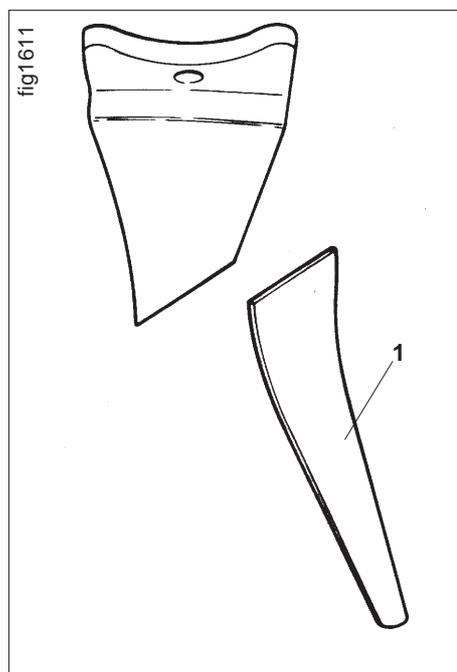
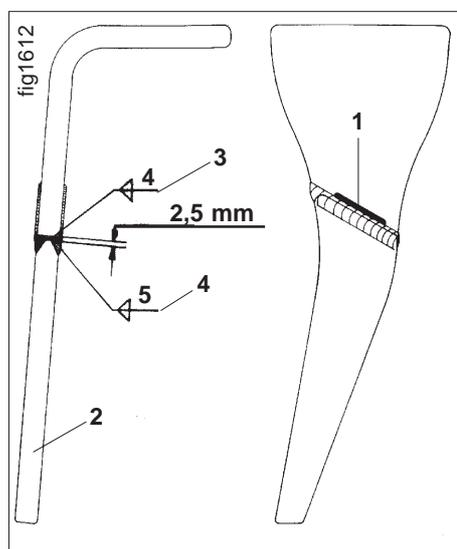

Fig. 19.11
Fig. 19.12
Lorsque les dents du Cultimix commencent à être fortement usées, il est possible de leur faire retrouver leur longueur d'origine en soudant des pointes soudables (fig. 19.11/1). Déposez auparavant les dents de leurs porte-dents comme indiqué au chap. 19.5.1.
- Appliquez la pointe soudable (fig. 19.11/1) sur la dent usée et tracez la marque (fig. 19.12/1) de découpage.
- Découpez la dent usée en suivant la marque (fig. 19.12/1).
- Apportez un cordon de soudure central (fig. 19.12/2) pour pré-fixer la pointe soudable (fig. 19.12/3) sur le plan de découpe de la dent usée et laissez refroidir.
- Après refroidissement, effectuez l'apport des cordons de soudure de recouvrement (fig. 19.12/4) pour que la dent soit à nouveau opérationnelle.